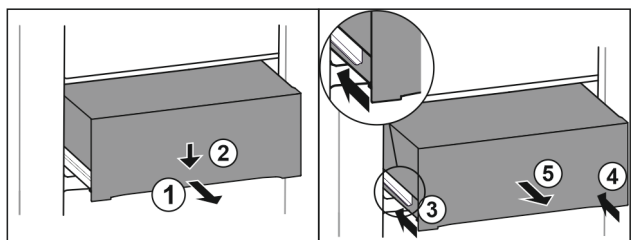

Fig. 101
- Extraiga el cajón hasta la mitad. Fig. 101 (1)
- Presionar hacia abajo el cajón de la parte delantera. Fig. 101 (2)
- Introducir el carril izquierdo unos 2 cm. Fig. 101 (3)
- Introducir el carril derecho unos 2 cm. Fig. 101 (4)
- Extraiga el cajón hacia adelante. Fig. 101 (5)